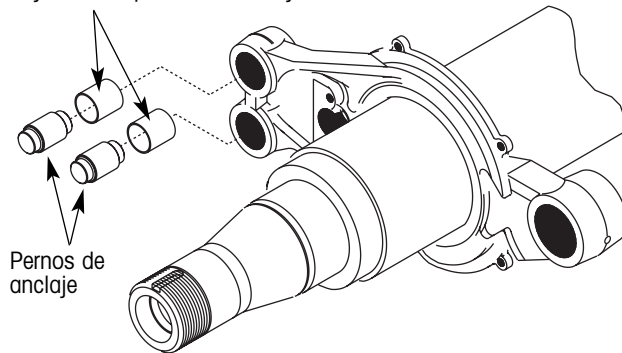

Figura 27. Instalando los nuevos pernos de anclaje y los bujes de los pernos de anclaje
2. Inspeccione los bujes de los pernos de anclaje en la araña. Remueva y reemplace de ser necesario (figura 27).
3. Lubrique e instale los pernos de anclaje (figura 27).